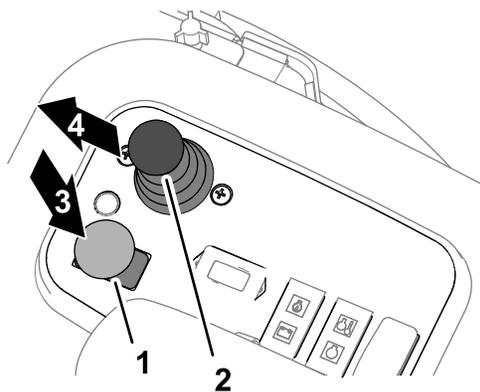

Рисунок 49
3. Нажмите на переключатель привода режущего блока, чтобы установить его в положение Выключить (Рисунок 49).
5. Переведите рычаг управления опусканием для скашивания / подъемом вперед (Рисунок 49).